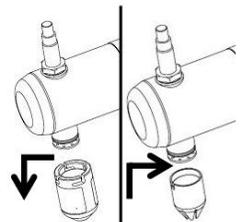

Abb. 11
- Sie werden jetzt dazu aufgefordert, die Reinigungsdüse durch die Garniertülle (Abb. 11) zu ersetzen, den mit vorgekühlter Rohsahne gefüllten Sahnetopf einzusetzen.